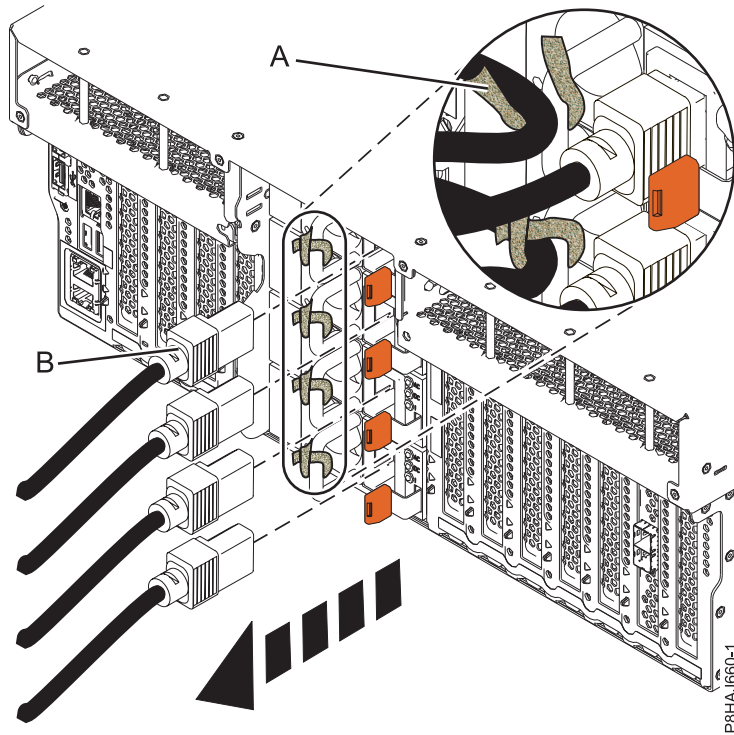
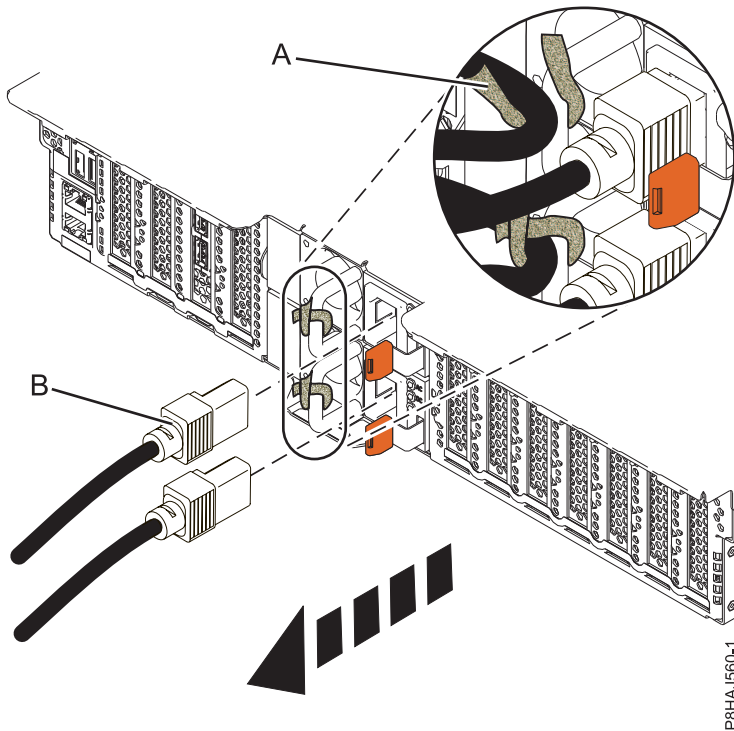
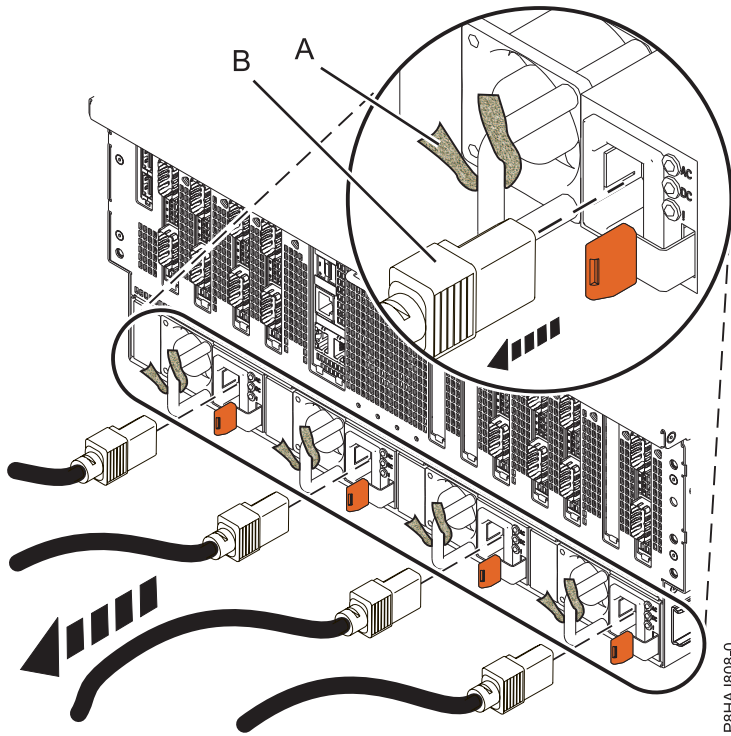

Figura 53. Extracción de los cables de alimentación de un sistema 8247-42L, 8286-41A o 8286-42A
Figura 54. Extracción de los cables de alimentación de un sistema 5148-21L, 5148-22L, 8247-21L, 8247-22L, 8284-21A o 8284-22A
Figura 55. Extracción de los cables de alimentación de un sistema 8408-44E o 8408-E8E
3. Desconecte los cables de alimentación **(B)** de la unidad del sistema. Consulte la Figura 53 en la página 65, la Figura 54 en la página 65 o la Figura 55 en la página 66 según el tipo de sistema.